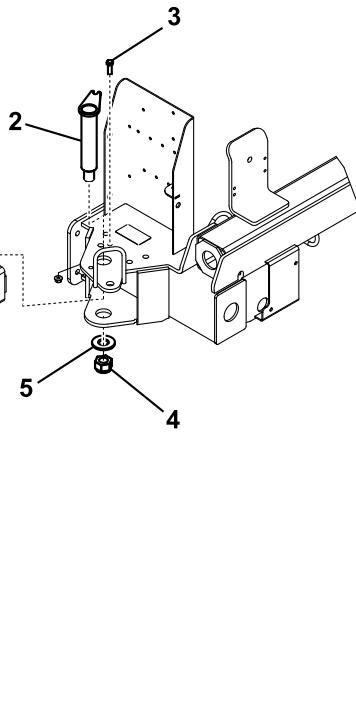

Figure 3
- Insérez l'extrémité arrière de la flèche d'attelage entre les plaques de montage du balai-ramasseur tout en alignant les trous de montage (Figure 3).
- Insérez la broche d'attelage dans les plaques de montage et la flèche d'attelage (Figure 3).
- Fixez le haut de la broche d'attelage à la plaque de montage avec un boulon 3/8 x 1-1/4" et un contre-écrou 3/8" (Figure 3).
- Fixez le bas de la broche d'attelage avec une grande rondelle, un grand écrou et une vis à tête carrée (Figure 3).